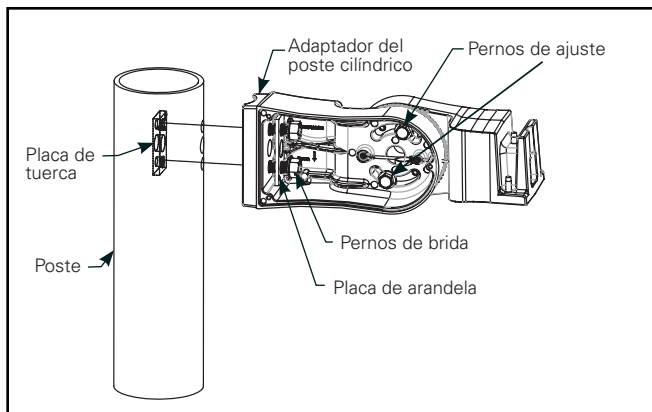

Figura 2.
2. Instale el brazo en el poste. Alinee la placa de tuerca dentro del poste con cada adaptador de poste cilíndrico (si es necesario), el brazo de montaje y la placa de arandela en ese orden fuera del poste. Inserte los dos pernos de brida a través de todos y apriételos a mano en la placa de la tuerca. (Figura 2).
4. Afloje los dos pernos de ajuste dentro del brazo en las ranuras. No quite completamente los pernos. Ajuste el brazo a la posición deseada y vuelva a apretar los pernos de ajuste a 20 pies-libras (27 Nm). (Figura 2.)